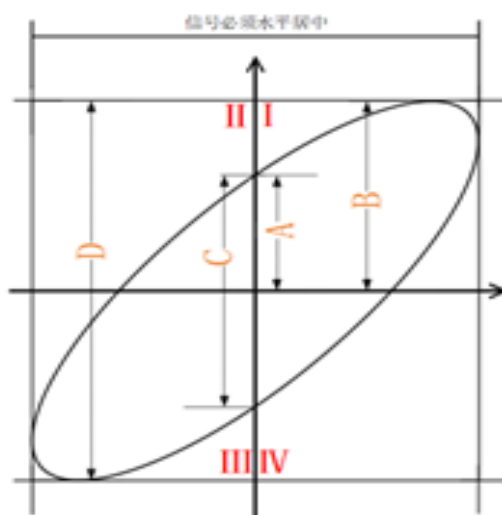

图 7.1 相位差测量原理
- 4、 观察上图的测量结果，并根据相位差测量原理图（图 7.1）可得 $A/B(C/D)=1$ ，即两个通道输入信号的相差角为 $= \arcsin 1 = 90^\circ$